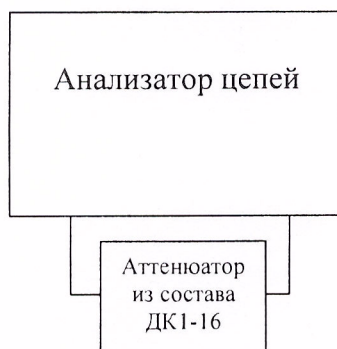

Рис. 8.2.
8.3.1.1 Собрать схему согласно рис. 8.2.